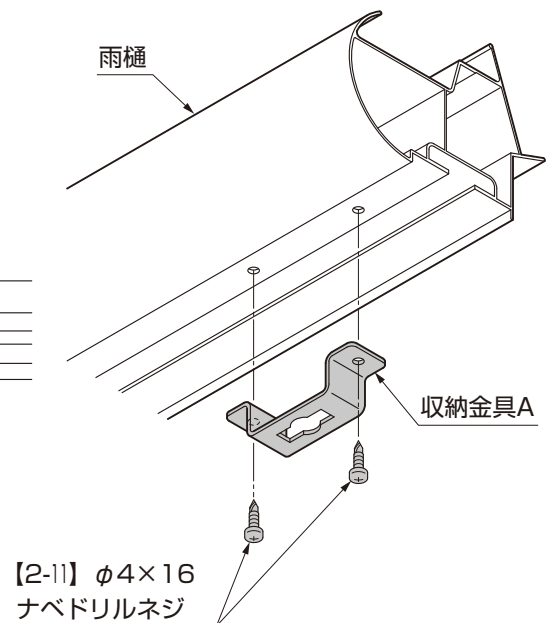

図4-8
- ②収納金具Aを【2-11】で雨樋に取付けてください。(図4-8参照)
(5) ネオフォームハイポート・アプローチの場合